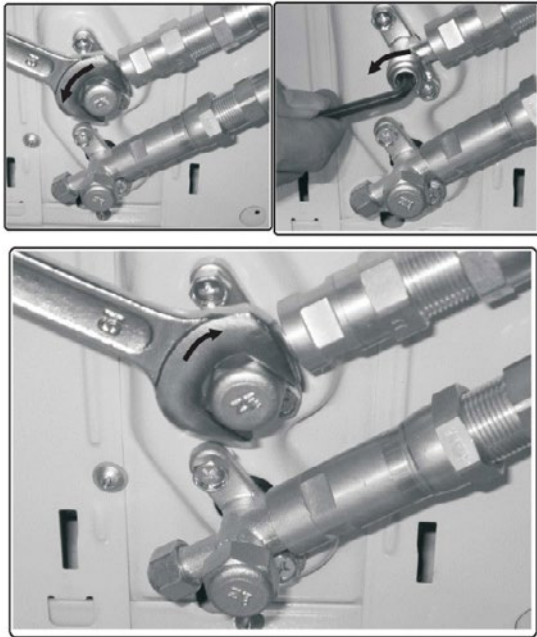

Fig. 6.5
5. Verwijder nu de deksel van de bovenste klep met een 19 mm steeksleutel. Open de klep door ze zo ver mogelijk in tegenwijzerzin te draaien met een 5 mm inbussleutel. De klep staat nu open. Als de klep niet volledig wordt geopend, kan het systeem slecht werken en beschadigd raken. Schroef de deksel terug op de bovenste klep en zet het goed vast om ervoor te zorgen dat het goed afdicht. Zie Afb. 6.5.